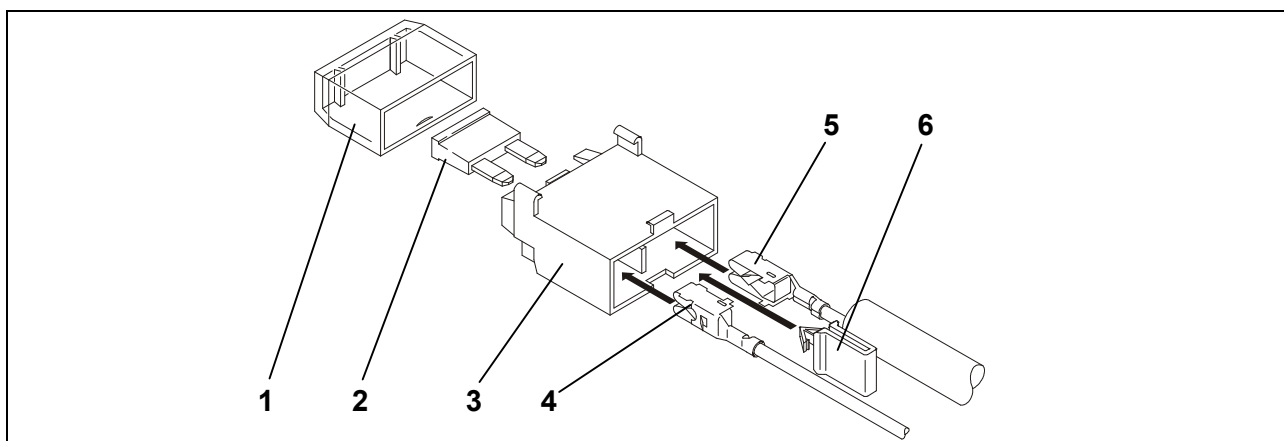

Fig. 2. : Montage du porte-fusibles
17. Insérer le contact femelle du fil rouge (Fig. 2/5) du conducteur de fils et du fil rouge joint (Fig. 2/4) dans le porte-fusibles.
18. Mettre en place le clip jaune (Fig. 2/6).
19. Installer le fusible (Fig. 2/2) et remettre le revêtement (Fig. 2/1) en place.